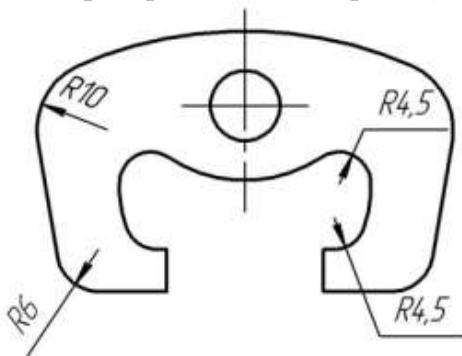

Рисунок 23. Построение сопряжений
Выполните скругление контура детали **Скоба** радиусами дугами по размерам, указанными на примере выполнения (рис.23).
- Последовательно укажите курсором дугу и отрезок, между которыми необходимо построить скругление радиусом 10 мм ( рис. 23)